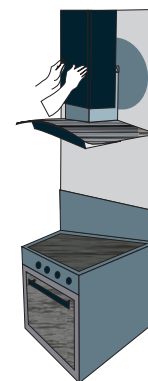
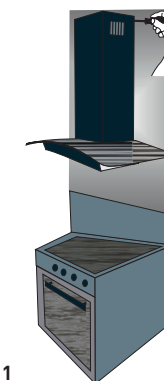

Рис. 10
Рис. 11
9. Поместите внутренний декоративный короб в наружный. Установите наружный короб на корпус вытяжки и закрепите его винтами (Рис. 10). Внутренний короб поднимите вверх до совмещения узлов крепления короба и планки и соедините их винтами (Рис. 11).